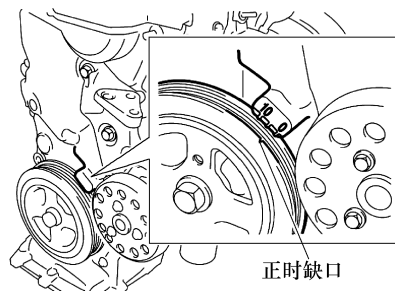

图 1-212 设置 TDC 位置
① 将 1 号气缸设置在压缩行程上止点 (TDC) 位置上。
a. 转动曲轴减振器分总成，并将分总成上的正时缺口与机油泵的正时标记“0”对准，见图 1-212。